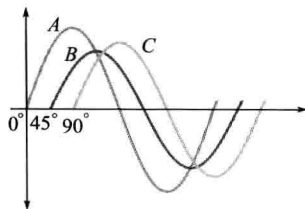

图 8-25
- 试确定图 8-25 中正弦波 B 和 C 之间的相位角。